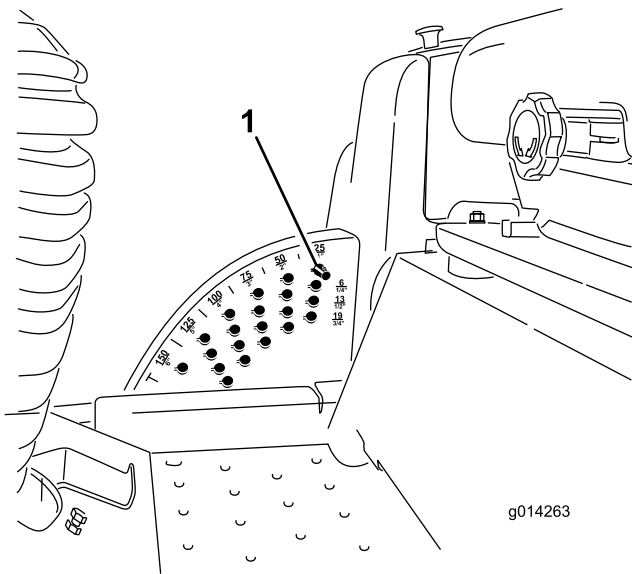

図 16
注 デッキを上昇位置にロックするには、上昇位置からさらに 15 cm 上昇させ、刈高ストップ・ピンを抜いて（刈高の調整の項を参照）、刈高 15 cm（6 インチ）の穴に通します（図 16）。
に上昇したら **直ちにレバーから手を離す** (図 16)。
2. ストップピンについているロールピンを回してピンと刈高設定穴のスロットとが整列したところでピンを抜き取る (図 16)。
3. 刈高ブラケットについている穴から、希望する刈高に対応する穴を見つけ、その穴にピンを通し、ピンを回してロックする (図 16)。
注 刈高設定穴は、扇形の外周に一番近い段から全部で4段 (列) あります (図 16)。外周側の列は、外周部に刻印されている通りの刈高の穴です。2 列目の穴は、1 列目の刈高よりも 6 mm 高い刈高となります。3 列目の穴は、1 列目の刈高よりも 12 mm 高い刈高となります。4 列目の穴は、1 列目の刈高よりも 18 mm 高い刈高となります。刈高 158 mm だけは例外で、2列目のはずれにあります。この穴にセットすると 刈高 158 mm となります (6 mm アップにはなりません)。